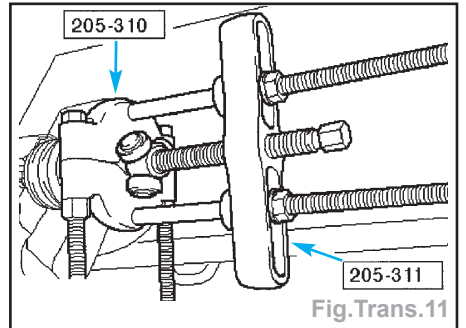

Fig. Trans.11
- Déposer le croisillon à l'aide des outils **205-310** et **205-311** (Fig. Trans.11).